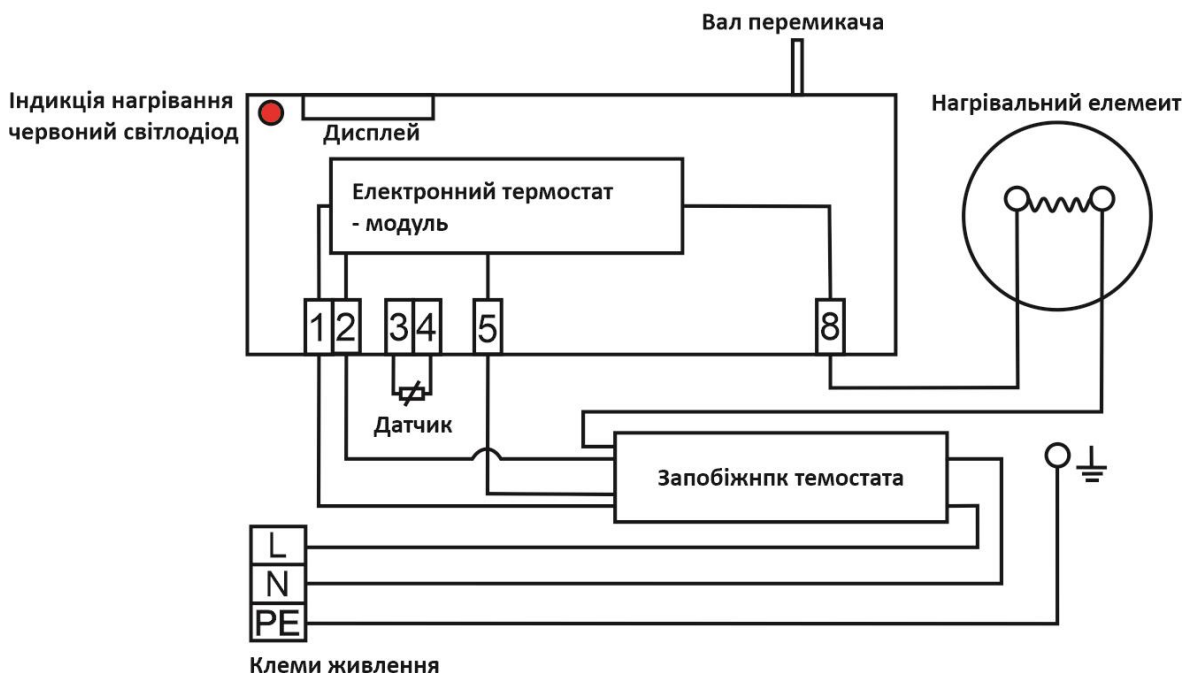

Рисунок 7
Підключення, виконане на заводі, заборонено змінювати! (Рисунок 7). Ступінь захисту електричних компонентів водонагрівача - IP 44. Споживана потужність електричного нагрівального елементу 2000 Вт (OKNE ONE/E 50-120), 1100 Вт (OKNE ONE/E 30).
- Схема електричного підключення додається до водонагрівача, та знаходиться на кришці електропроводки. (Рисунок 7)